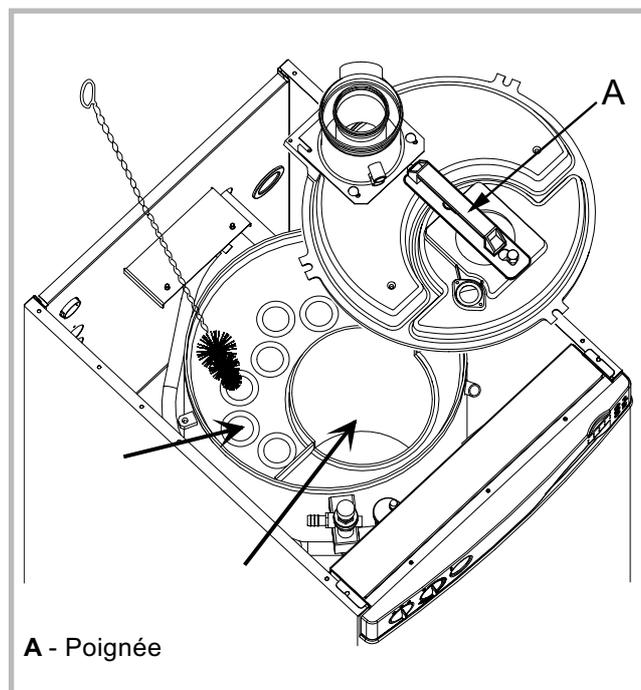

Figure 23 - Accès aux carnaux de l'échangeur
- Déposer la porte de foyer à l'aide de la poignée (rep. A, fig. 23)